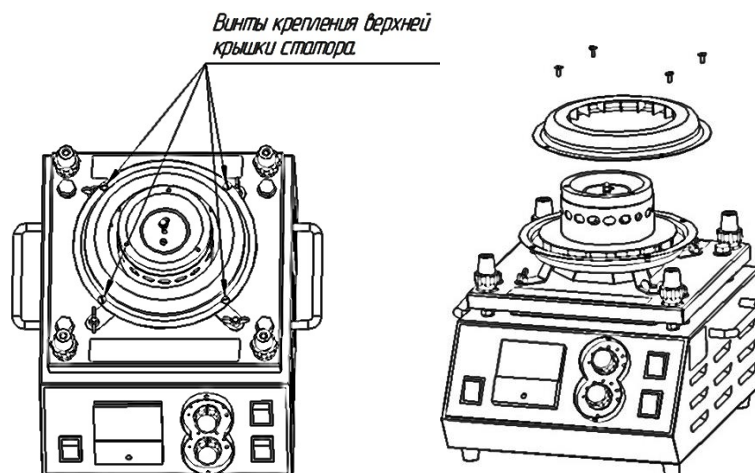

Рисунок 8
- открутите 4 винта крепления и снимите верхнюю крышку статора (рисунок 8):